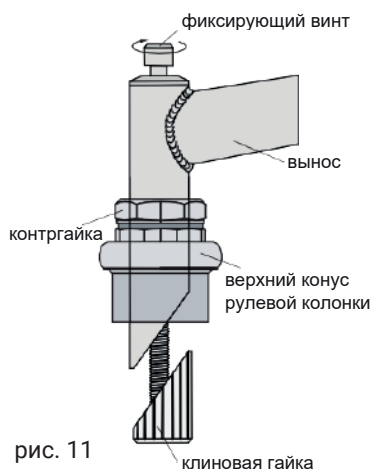

рис. 11
3. Выравнивайте положение выноса относительно переднего колеса и затяните фиксирующие винты (8 н/м) (рис. 11).